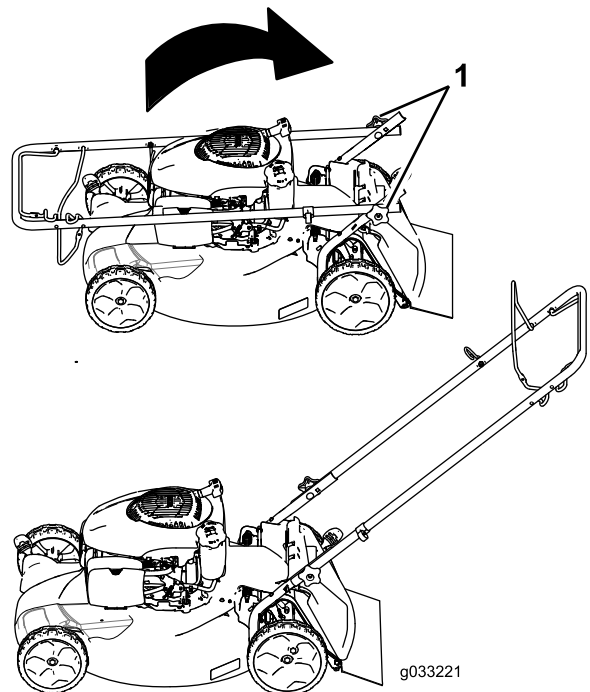

Figure 3
1. Retirez les boutons du guidon sur le carter de la tondeuse (Figure 3).
Important: Faites passer les câbles à l'extérieur du guidon quand vous dépliez le guidon (Figure 3).
- Placez le guidon en position d'utilisation (Figure 3).